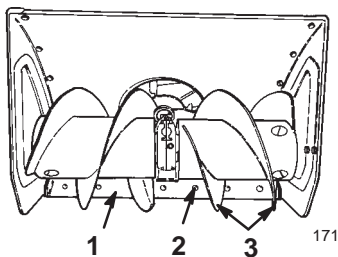

Figure 27
- Placez un support sous les lames de la tarière pour qu'elles se trouvent au moins à 3 mm du sol (Fig. 27).
- Pour corriger la position de la lame racleuse, desserrez les boulons de carrossier qui la fixent au carter de tarière (Fig. 27), mettez-la à la hauteur voulue et resserrez les boulons.